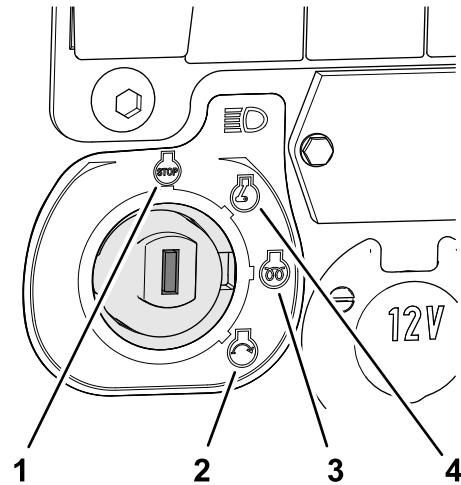

Figure 33
2. Tournez la clé de contact en position CONTACT (Figure 33).